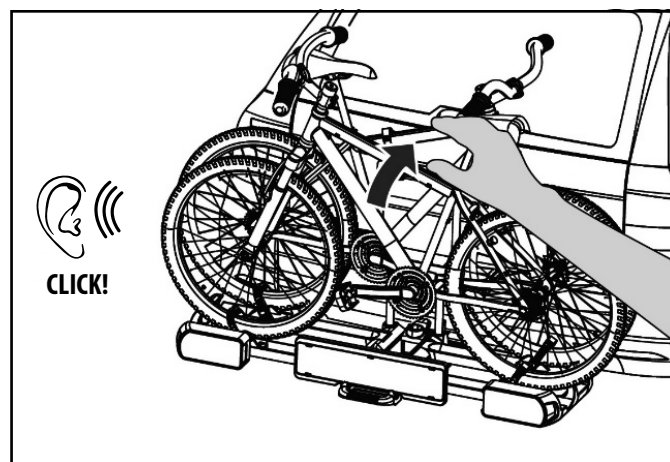

Figure 31: Relèvement du porte-vélos
- Relevez le porte-vélos avant le déplacement (Fig. 31).